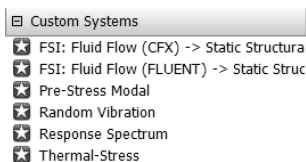

图 1-30 Custom Systems (用户自定义系统)
(3) Custom Systems (用户自定义系统): 在如图 1-30 所示的用户自定义系统中,除了有软件默认的几个多物理场耦合分析工具外, Workbench 18.0 平台还允许用户自己定义常用的多物理场耦合分析模块。